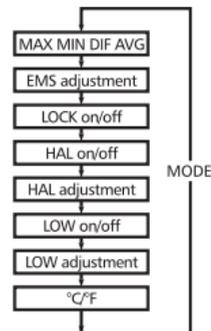

Рис.5
## Кнопка переключение режимов измерения (MODE) (Рис.5)
В режиме HOLD нажмите кнопку переключения режимов MODE (4). Вы окажетесь в меню установок: Max Min Dif Avg Log, EMS, Lock On/Off, HAL On/Off, HAL adjustment, Low On/Off, Low adjustment, °C/°F. Смотрите рис.5.